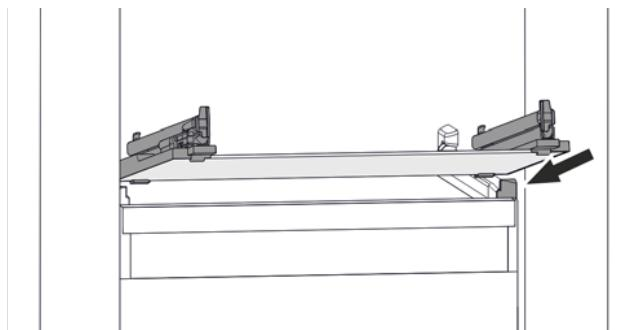

Fig. 119 Примерное отображение стеклянной пластины
- Наклоняя вниз, установите стеклянную пластину за стопоры. (см. Fig. 119)